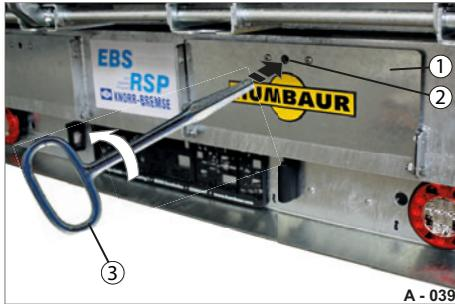

Abb. 49 Auffahrbohlen-Schächte, ZU
► Entriegeln Sie die Klappen (Abb. 49/1) der Auffahrbohlen-Schächte mit dem Vierkant-Schlüssel (Abb. 49/3).
- ▶ Schließen Sie die Klappen (Abb. 49/1) der Auffahrbohlen-Schächte zu.
- ▶ Öffnen Sie die Klappen (Abb. 61/3) der Auffahrbohlen-Schächte. Siehe Abb. 49 auf Seite 119.